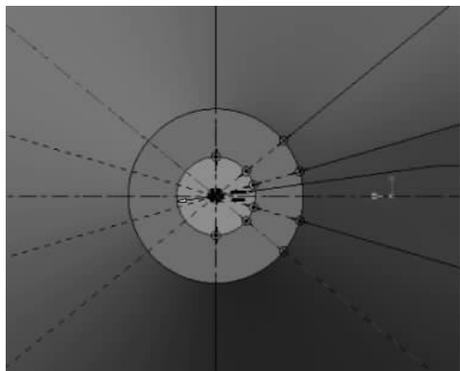

图 3-71 分割圆弧
② 单击【编辑】选项卡中的【分割】按钮, 在添加重合约束对应的圆上进行分割, 在中心线与圆交点处将整圆打断成 6 段圆弧, 如图 3-71 所示。